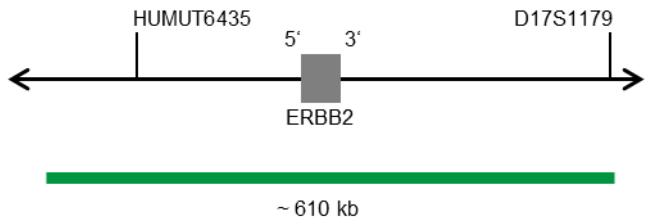

Abb. 1: SPEC ERBB2 Sondenlokalisierung (nicht maßstabsgetreu)
- ZyGreen (Anregung 503 nm/Emission 528 nm) markierten Polynukleotiden (~10 ng/µl), die gegen Sequenzen in 17q12-q21.1\* (chr17:37,572,531-38,181,308) gerichtet sind, welche die ERBB2-Genregion enthalten (siehe Abb. 1).
- ZyOrange (Anregung 547 nm/Emission 572 nm) markierten Polynukleotiden (~0,2 ng/µl), die gegen Sequenzen in 17p11.1-q11.1 gerichtet sind, die spezifisch für die zentromerische Alpha-Satelliten-Region D17Z1 von Chromosom 17 sind (siehe Abb. 1).